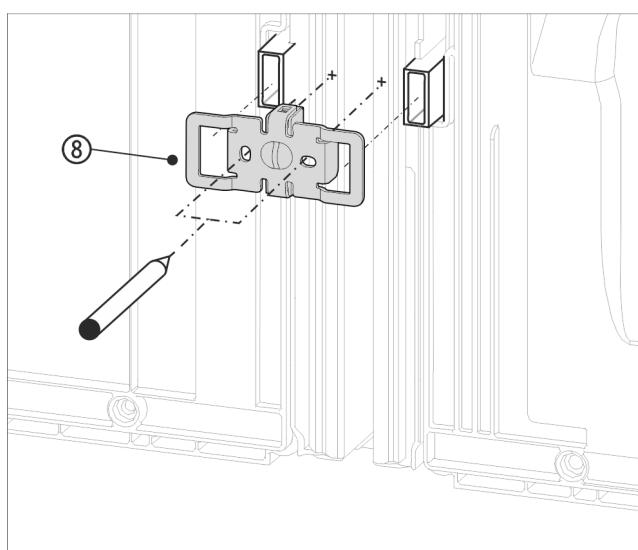

Fig. 16 Zobrazení příkladu
- ▶ Úhelník Fig. 16 (8) zasuňte vybráním přes úchyt pro vymezovač odstup od stěny.